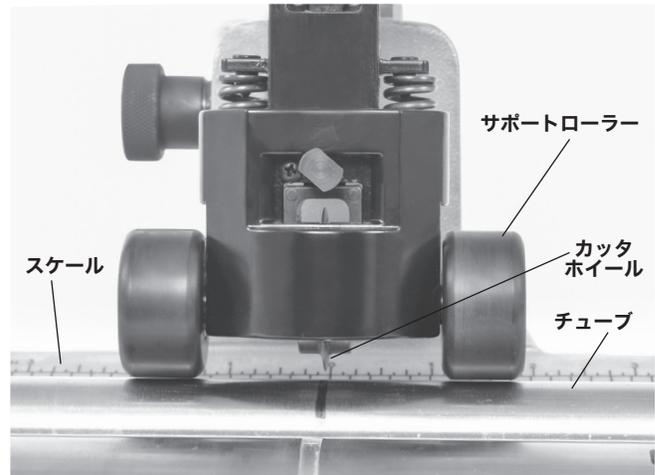

図9-チューブに接触するサポートローラー
5. サポートローラーがパイプに接触するまで、クイックフィードシステムを進めます(図9)。カッタホイールをチューブのマークに合わせます。フィードスクリューを締めて、カッタホイールをパイプに接触させます。カッタホイールがパイプに接触した後、フィードスクリューをさらに 1~1½ 回転進めてチューブをつかみます。送りねじを進めすぎないでください。パイプが楕円形になり、バリの形成が増える可能性があります。